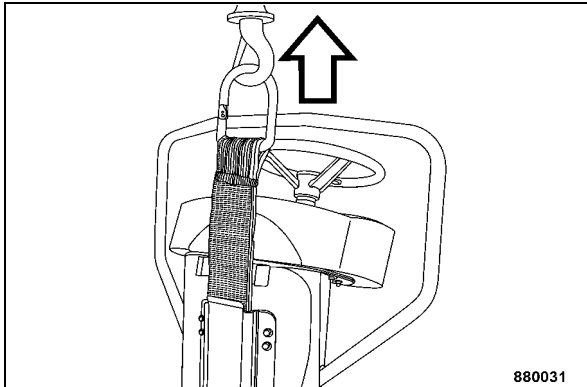

Fig. 113
- Pour soulever la machine, tirer l'anneau de levage du support et accrocher le dispositif de levage (Fig. 113).